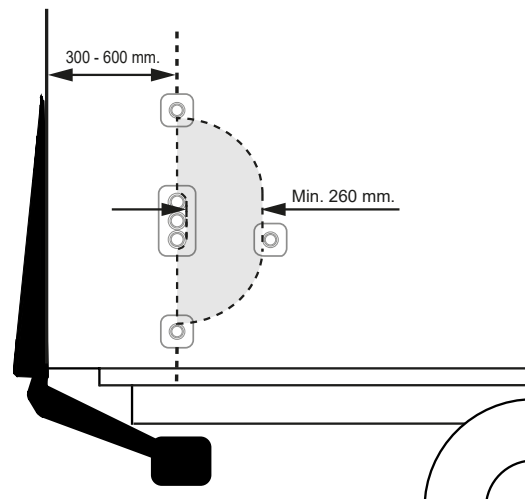

Imagen 48. Montaje del actuador CD 1 a dos manos.
2. La distancia entre el borde trasero del vehículo y el centro de los dispositivos de mando debe ser 300-600 mm. Las distancias entre los dispositivos de mando deben ser de 260 mm como mínimo. Véase Imagen 48.